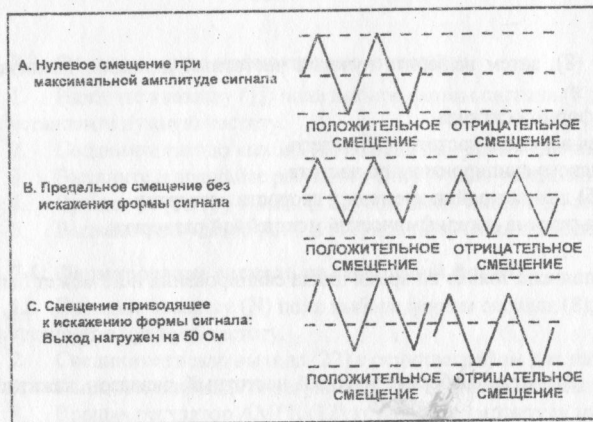

Рис. 2
1. Настройка режима постоянного смещения DC OFFSET позволяет изменять напряжение в пределах  $\pm 10\text{В}$  (без нагрузки) или  $\pm 5\text{В}$  (с 50 Ом-ной нагрузкой). Однако добавленный к сигналу уровень постоянного напряжения все-таки ограничен до  $\pm 20\text{В}$  (без нагрузки) или  $\pm 10\text{В}$  (с 50 Ом-ной нагрузкой). При превышении напряжения сигнал будет обрезан, как показано на рис.2.